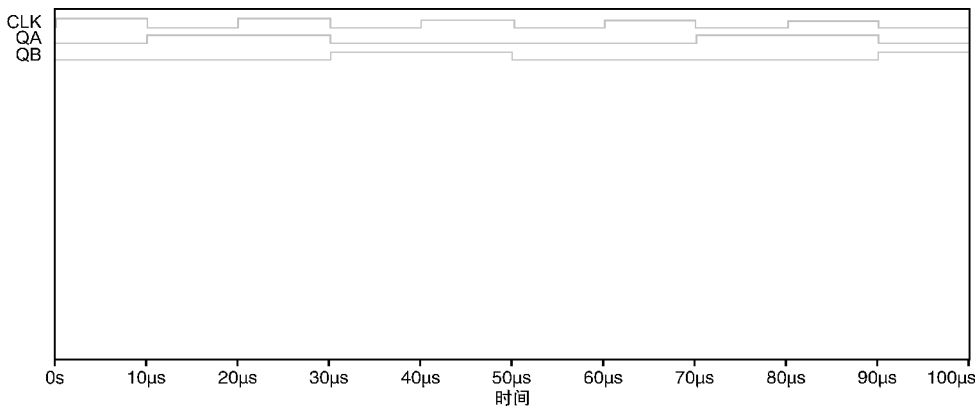

图 18.8 数字计数器波形
6. 打开光标，并且将光标沿着波形移动。如图 18.8 所示，光标处所对应的逻辑电平将会显示在 Y 轴上。从图 18.8 可以看出，触发器的输出电平仅在时钟信号为下降沿时进行改变。所以 CD4027 触发器为下降沿触发。